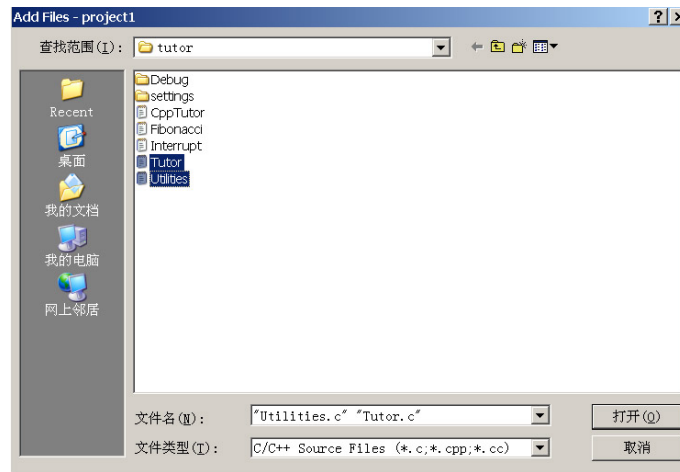

图 3. 添加文件窗口
① 在 Workspace 中选择希望添加文件的目的地，可以是项目或源文件组。本例直接选 project1。
- ② 选择主菜单 **Project > Add Files** 打开标准浏览窗口，见图 3。选择安装目录 **ARMtutor** 下的上述 2 个文件，点击打开按钮，把它们添加到 **Project1** 目录下。